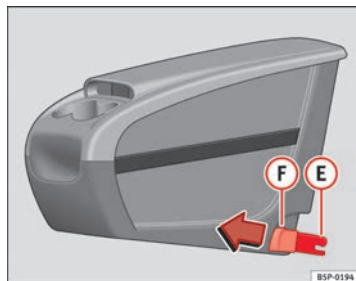
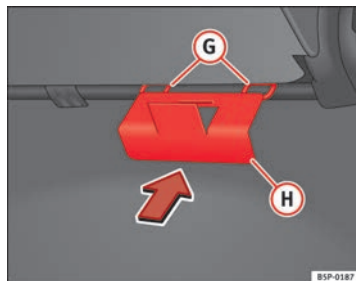

Fig. 111 Portaobjetos móvil. Montaje
Fig. 112 Placa de fijación del portaobjetos móvil
- Coloque desde el interior del vehículo, la placa de fijación **H** ⇒ fig. 112 del portaobjetos móvil, por la parte posterior del asiento. Debe estar situada entre el respaldo y el cojín, en la zona de la plaza central.
- Encare las dos piezas de fijación **E** ⇒ fig. 111, con las dos anillas de fijación **G** ⇒ fig. 112 y presione con fuerza hasta que las dos pinzas cliquen totalmente con las anillas.
- Tire de cada uno de los botones ⇒ fig. 111 **F** de las pinzas (botones rojos) hacia delante, hasta oír que ha desclipado.